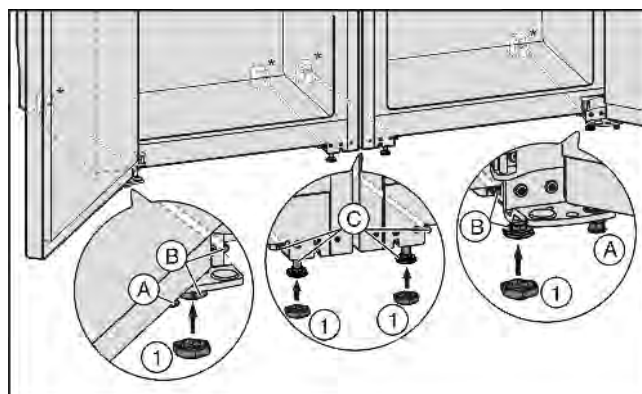

Fig. 4
- При необходимости полностью закрутите установочные ножки Fig. 4 (A) с передней стороны обоих устройств, чтобы они не касались пола.
- Насадите колпачки Fig. 4 (1) на четыре передние установочные ножки.
- Закрутите средние установочные ножки Fig. 4 (C), чтобы они не касались пола.
- Выровняйте комбинацию с помощью внешних установочных ножек Fig. 4 (B).
- Опустите средние установочные ножки Fig. 4 (C) пока они не соприкоснутся с полом.
- После этого подприте подпорками дверь: Опустите установочные ножки Fig. 4 (A) на опорном кронштейне до их соприкосновения с полом, после этого поверните их на 90°.